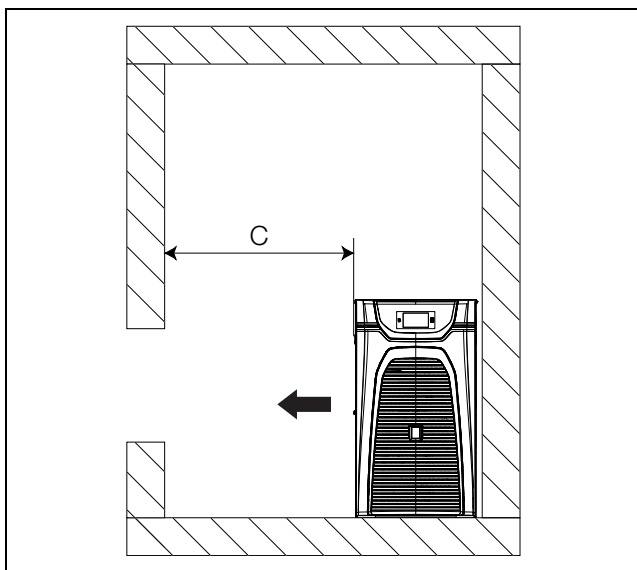

Fig. 31: Distanze minime laterali
- Per la fuoriuscita senza ostacoli dell'aria di scarico calda, almeno **una** delle aperture (sinistra o destra) deve essere liberamente accessibile (vedere fig. 31). Per agevolare il collegamento delle linee di alimentazione nonché la manutenzione e la riparazione, occorre attenersi inoltre alle distanze minime indicate nella figura 30.